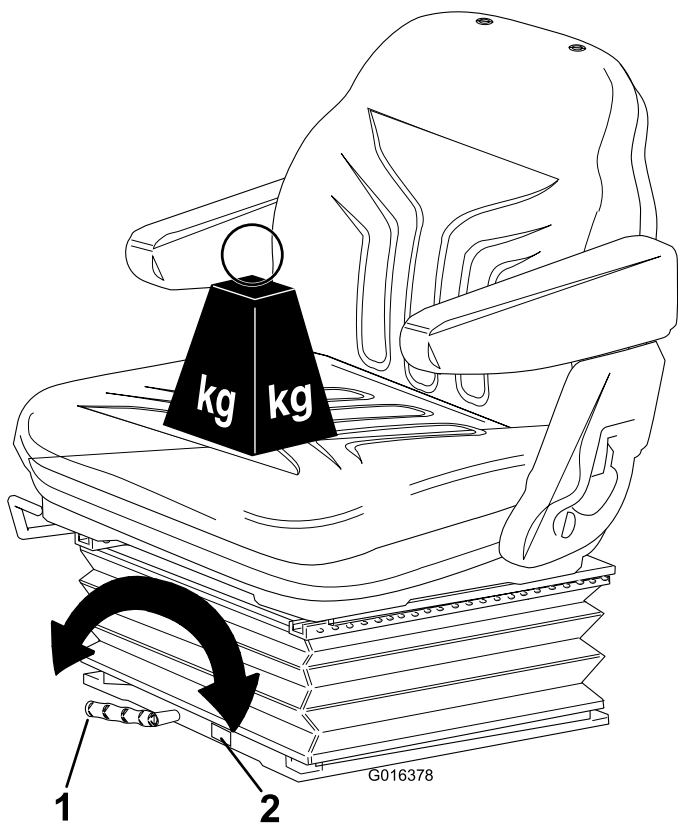

Figure 13
- **Réglage selon le poids de l'utilisateur :** Tournez la poignée dans le sens horaire pour augmenter la rigidité de la suspension et dans le sens antihoraire pour la réduire. Le cadran indique que le réglage optimal de la suspension a été effectué en tenant compte du poids de l'utilisateur (kg) ; voir Figure 13.